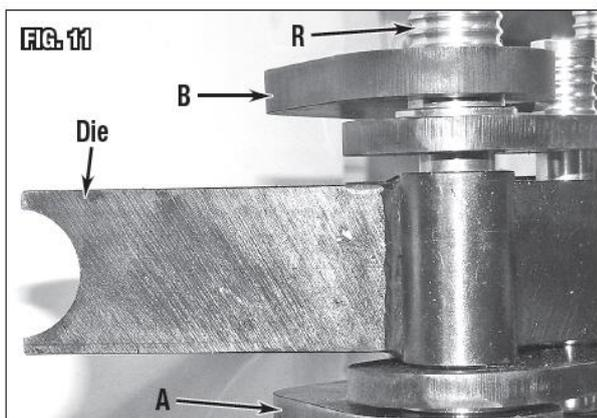

Рис. 11
1. Вставить выбранную форму в раму изогнутым краем, обращенным к торцу трещотки, и зажимом, ориентированным в направлении смещения (Рис. 11).
2. Вставить большую ось шарнира (R) $\text{Ø}1'' \times 6-1/2''$ [$\text{Ø}25 \times 165$ мм] в шарнирное отверстие и обе втулки (Рис. 11).